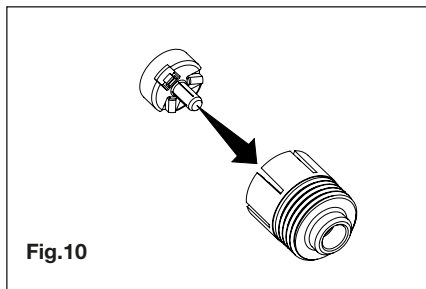

Fig.10
- Inserire l'inserto trasparente all'interno della ghiera a scatto (Fig.10);